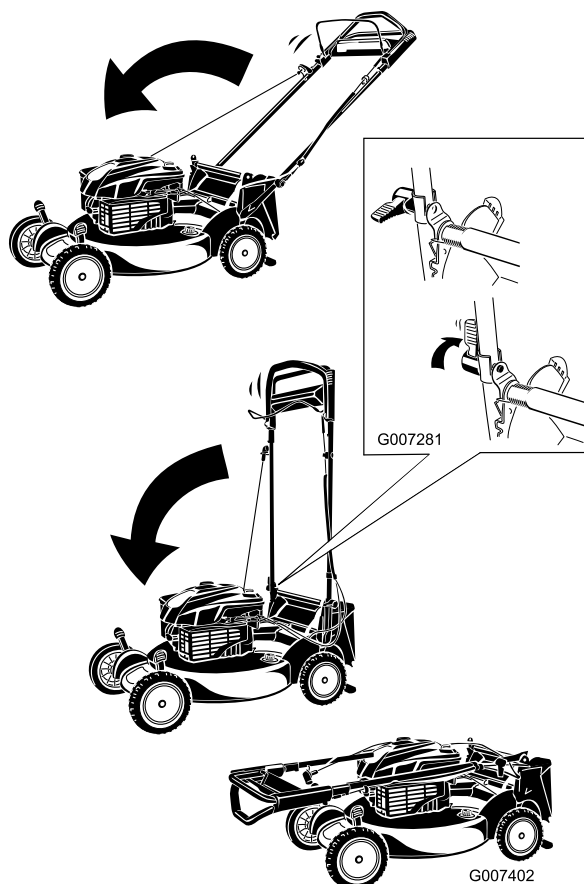

Figura 43
1. Fate ruotare la stegola in avanti (Figura 43).